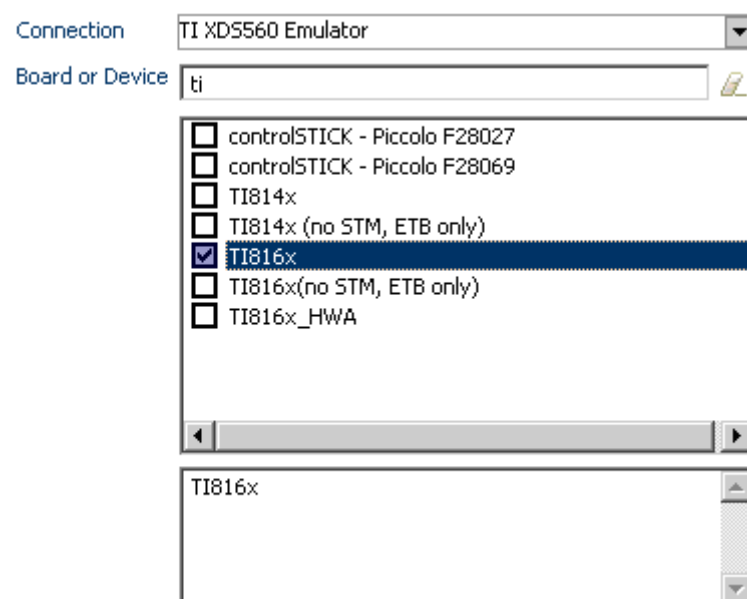

图 1-1-9
3. 设置配置文件名称后，点击[Finish]进入参数设置界面。[Connection]选项选择 TI XDS560 Emulator，[Board or Device]选项选择 Ti816x，并保存设置。配置完成后，如图 1-1-9 所示：